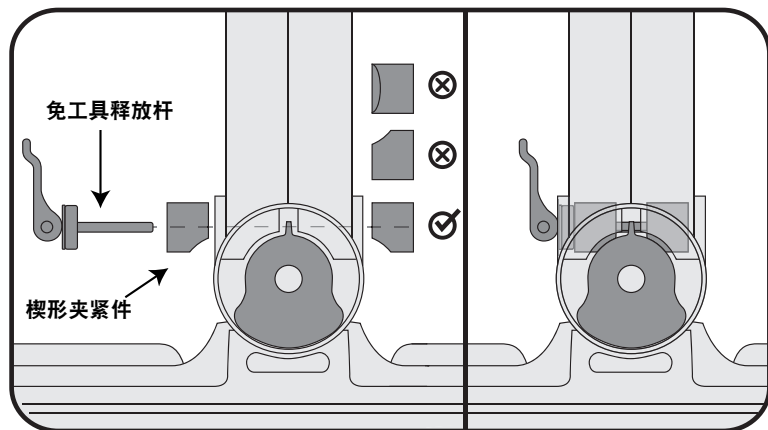

图 2. 确保楔形夹紧件曲面向下安装
2. 确保正确安装楔形夹紧件，使其曲面向下装到倾斜操纵架底部两边，每边一个。每个楔形夹紧件都应正确安装，与枢轴轴毂配合适当。请参见图 2 和本文档开头的《警告》部分。